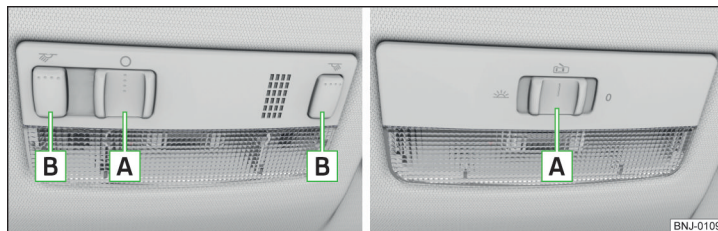

Fig. 44 Operarea lămpilor față: Varianta 1/varianta 2
**Pozițiile comutatorului luminos deplasabil [A] » fig. 44.**
**Comutator pentru lămpile de lectură [B] » fig. 44**